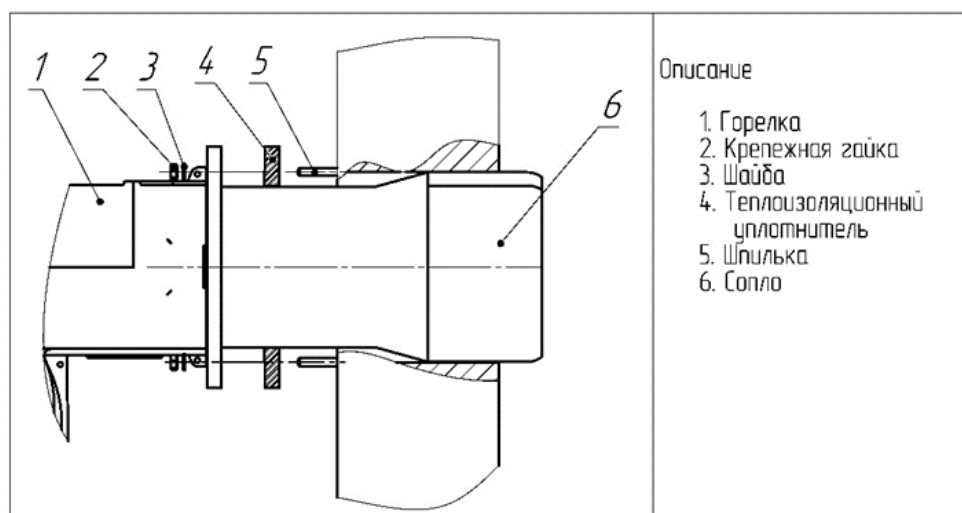

Рис.7. Схема монтажа горелки на тепловой установке.
5.1.3 Установить горелку на котел, продев шпильки в отверстия фланца горелки. Закрепить ее с помощью гаек и шайб. Пространство между оголовком горелки и огнеупорным краем отверстия котла должно быть герметично закрыто специальным изолирующим материалом. Пример монтажа горелки к топке приведен на рис.7